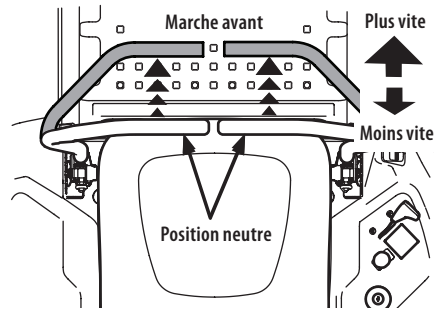

Figure 28
1. Poussez les barres de conduite lentement et graduellement vers l'avant. L'appareil commencera à avancer (Figure 28).